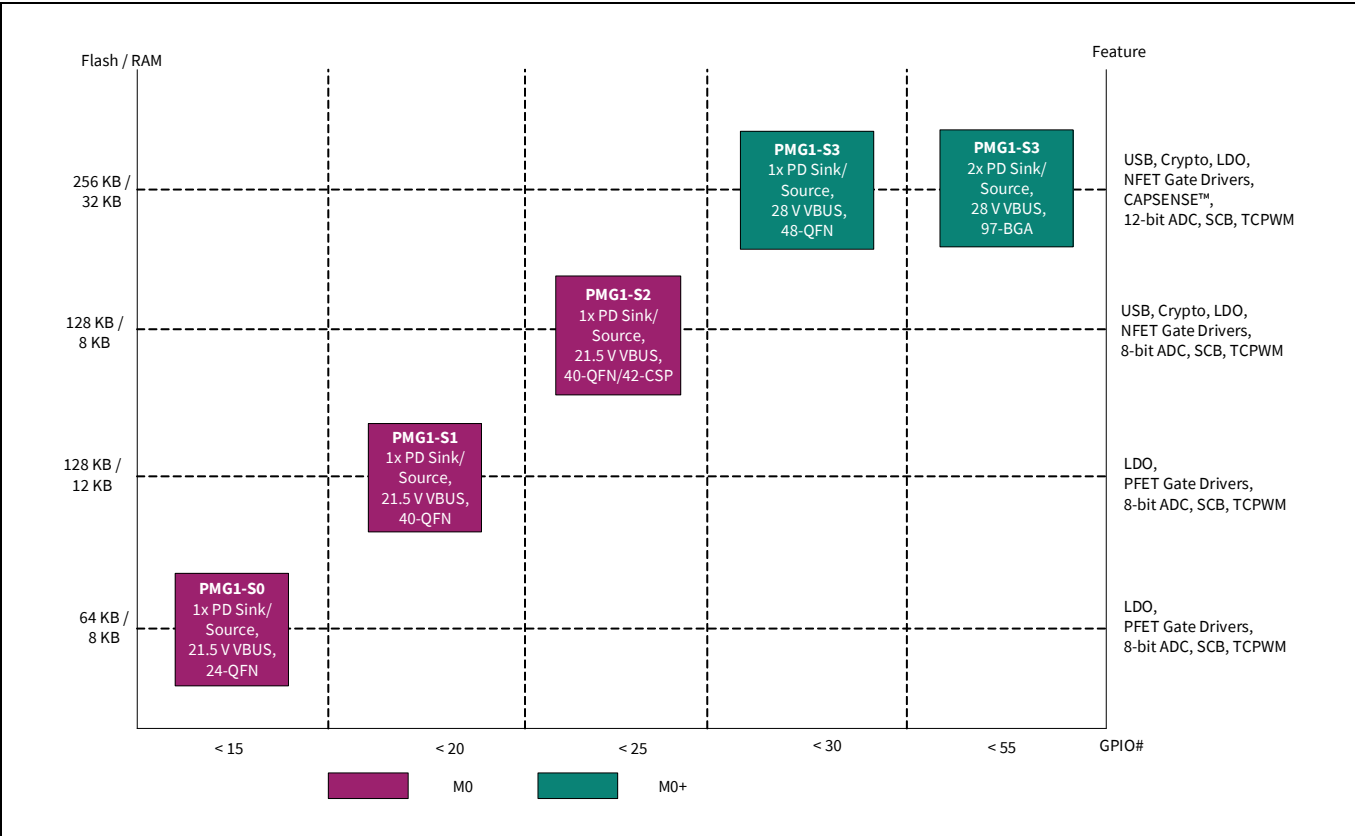

Figure 1. PMG1 ファミリ セグメンテーション
EZ-PD™ PMG1 (第 1 世代パワーデリバリー MCU) は、高電圧の USB-C パワーデリバリー (PD) マイクロコントローラー (MCU) のファミリです。これらのチップには、Arm® Cortex®-M0/M0+ CPU、USB-C PD コントローラー、およびアナログとデジタル ペリフェラルが搭載されます。EZ-PD™ PMG1 は、高電圧 USB-C PD ポートとの間で電力を供給 / 消費し、マイクロコントローラーを活用して追加の制御機能を提供する組み込みシステムを対象としています。Figure 1 に、EZ-PD™ PMG1 ファミリのセグメンテーションを示します。